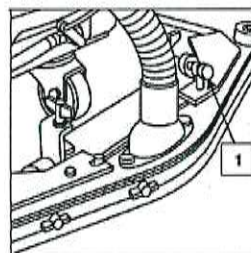

Рис.6
4. Для нормальной работы водосборной насадки резиновые лезвия должны быть слегка изогнуты назад, примерно на 5 мм. Вращение регулировочных винтов поз.1 на рис. 6 по часовой стрелке увеличивает изгиб лезвий по краям насадки, а вращение против часовой стрелки увеличивает изгиб в середине насадки. Нужно иметь в виду, что изгиб лезвий должен быть одинаков по всей длине лезвий. После окончания регулировки следует законтрить винты.